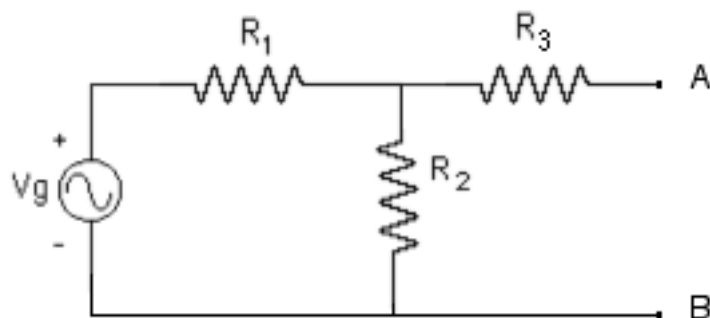

Figura 7.4.- Circuito para determinar el equivalente Thevenin
8.- Determinación experimental del equivalente Thevenin de un circuito entre los terminales A y B: Monte el circuito mostrado en la Figura 7.4 con los valores indicados por su profesor. Registre dichos valores en la siguiente tabla: